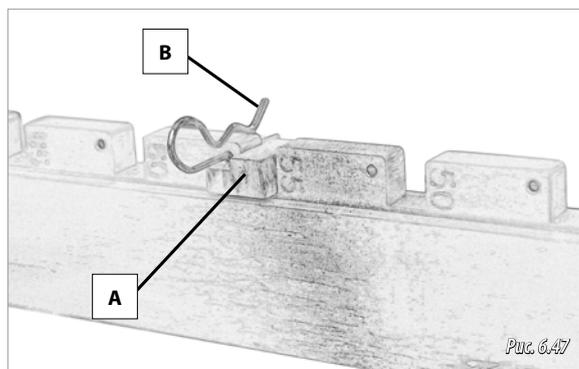

Рис. 6.47
- 1- Удалить шпильки (В, рис. 6.47) из высевающих секций и вынуть ограничители открывания (А, рис. 6.47).
- 2- Удалить все шпильки (В, рис. 6.47) и вынуть ограничители открывания (А, рис. 6.47).